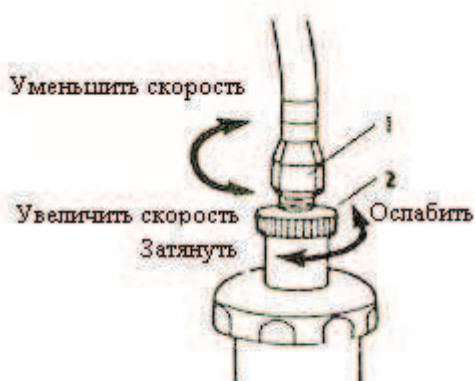

Рис. 9
- 1). Включите переключатель топлива (см. Рис. 9).